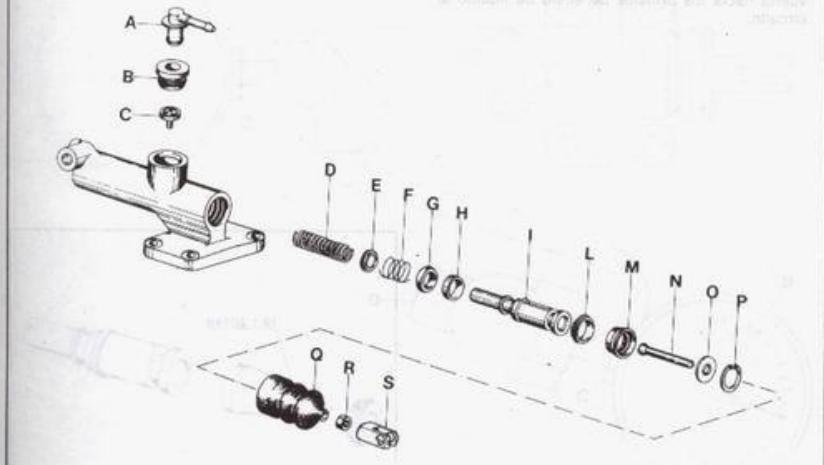

Fig. 54.—Grupo bomba mando de frenos
**Advertencia.** Para el desmontaje, revisión y montaje de la bomba «Bendix» dis. 229254, son válidas las mismas normas descritas para la bomba «Tecnodesta» dis. 2/229254 con las siguientes variantes: la arandela «G» (Fig. 54) **está provista de un borde que debe ser montado vuelto hacia el distanciador de la guía de válvula «H»** (Fig. 54). Además **está provista** del muelle «F» y del anillo «E» (Fig. 54).